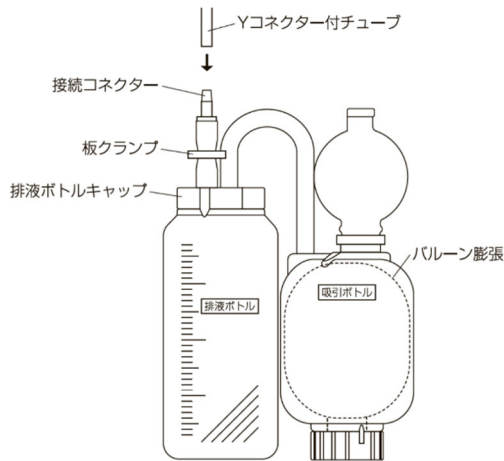

図10
- 8.ウインドドレナージチューブを接続したYコネクタ付チューブを排液ボトルの集液ポートの接続コネクタに突き当たりまで差し込む。(図10)